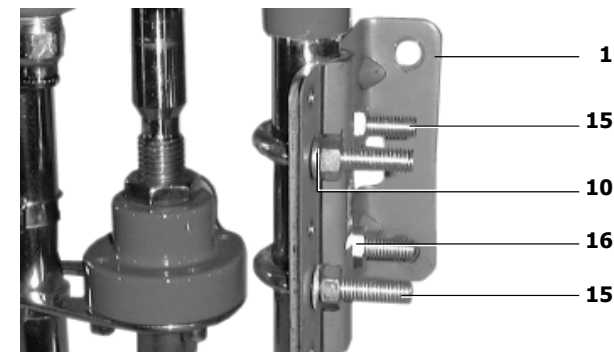
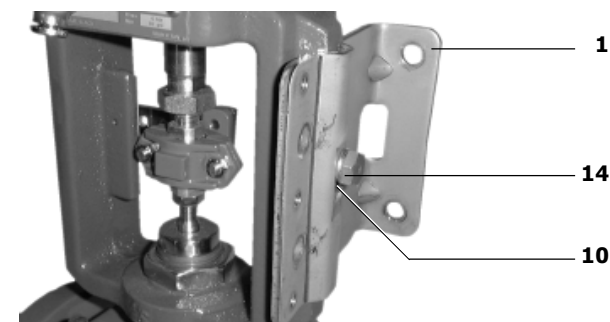

Fig. 19
Fig. 20
5.1.7 Coloque o prato de montagem (1) no actuador, sem apertar, com os dois varões em 'U' (15) e as porcas M8 (16) e as anilhas da mola (10) para actuadores de montagem em pilar (ver Fig. 19) ou; 1 parafuso de cabeça sextavada M8 (14) e a anilha da mola M8 (10) para actuadores montados em suporte (ver Fig. 20).